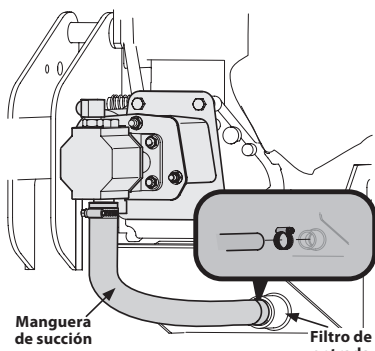
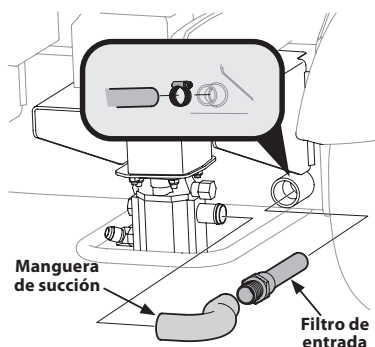

Figura 18
Figura 19
2. Si el motor tiene un motor horizontal configuración se muestra en la Figura 18, vea la Figura 18 para cambiar el fluido hidráulico.
3. Si el motor tiene una vertical de puesta a punto se muestra en la Figura 19, vea la Figura 19 para cambiar el fluido hidráulico.
4. Desconectar la manguera de aspiración desde la parte inferior del tanque de depósito. Vea la Figura 18 para los motores horizontales o Figura 19 para los motores verticales.